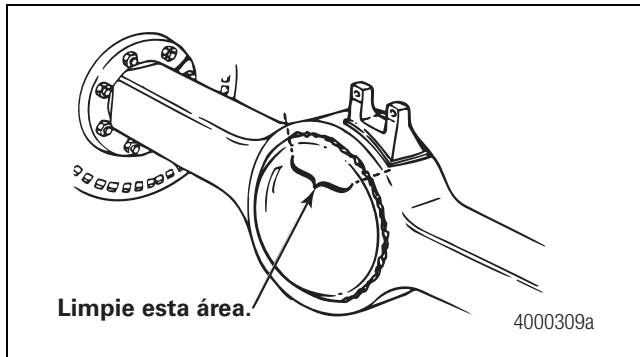

Figura 4.9
4. Para soldaduras entre la caja y la cubierta, limpie el área exterior de soldadura entre la caja y la cubierta de dos a tres pulgadas (50.8 a 76.2 mm) más allá de cada extremo o lado de la grieta. Limpie el área interior donde la cubierta se empareja con la caja. Limpie completamente el área alrededor de la cubierta. Use un cepillo de alambre y un solvente de limpieza para remover la suciedad y la grasa de estas áreas. Figura 4.9.